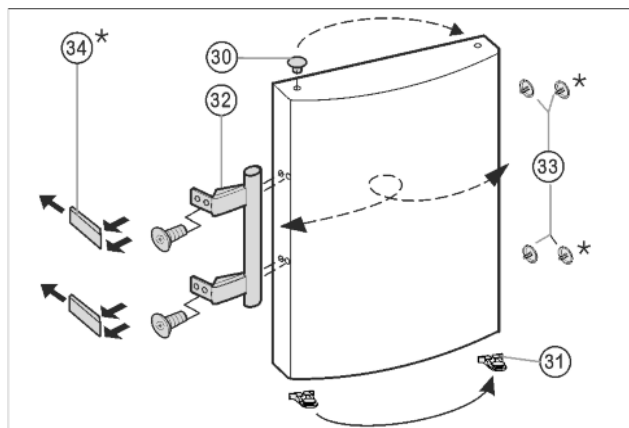

Fig. 8
- ▶ Wyciągnąć wkładkę Fig. 8 (33) z zawiasu drzwi i przełożyć na drugą stronę.
- ▶ Zdemontować uchwyt drzwi Fig. 8 (32), zatyczki Fig. 8 (33) oraz płytki dociskowe* Fig. 8 (34) i przełożyć je na przeciwną stronę.